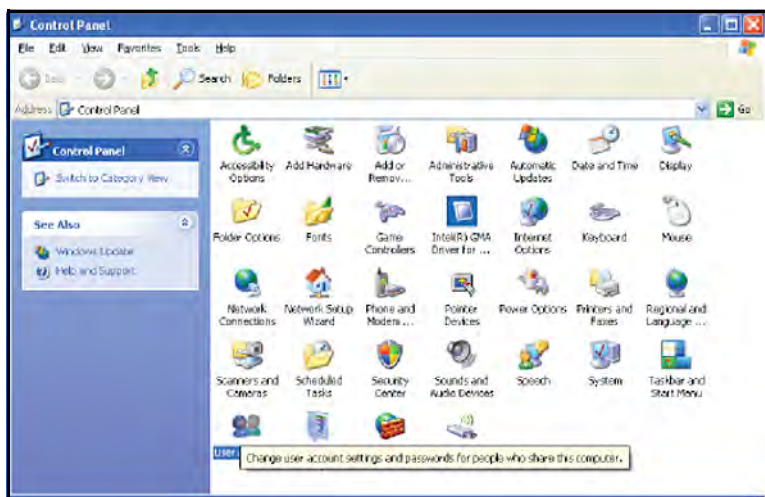

Рис. 108: Панель управления Windows
1. В меню Windows "Пуск" на вашем ПК щелкните Настройки>Панель управления. Когда окно *Панель управления* (см. Рис. 108 ниже) откроется, щелкните Учетные записи пользователей (User Accounts).